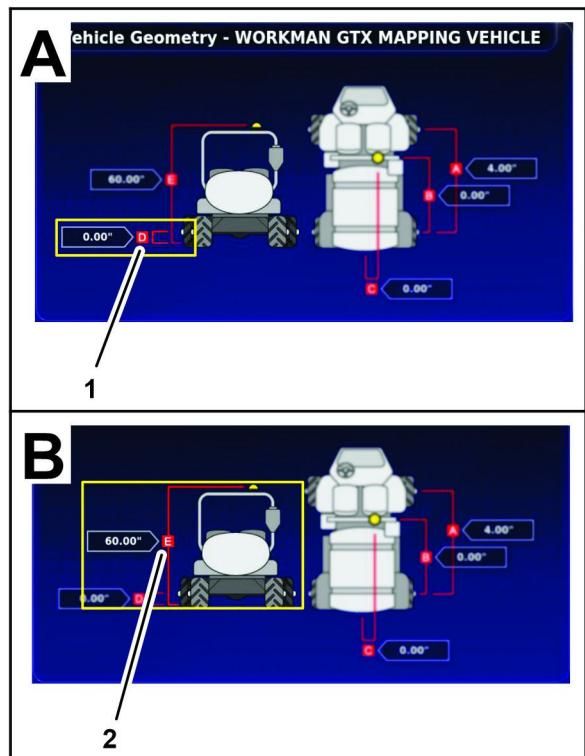

Figure 183
4. Mesurez la distance entre l'axe de l'essieu arrière et le sol (Figure 183), et notez le résultat obtenu sur la fiche de géométrie.
1. Mesure entre axe d'essieu arrière et sol (D)
2. Mesure entre récepteur satellite et sol (E)
5. Mesurez la distance entre le haut du récepteur satellite et le sol (Figure 183), et notez le résultat obtenu sur la fiche de géométrie.